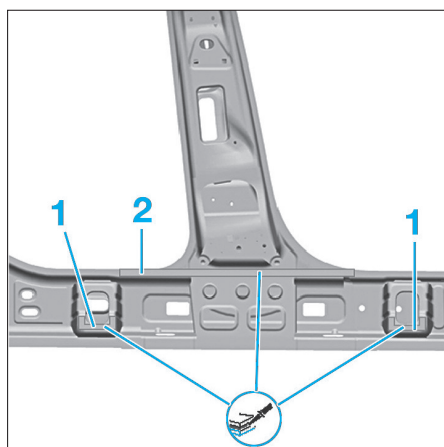

FIG. 87
- Appliquer dans les zones (1) et (2) de la colle bicomposant pour carrosserie (Fig.87).